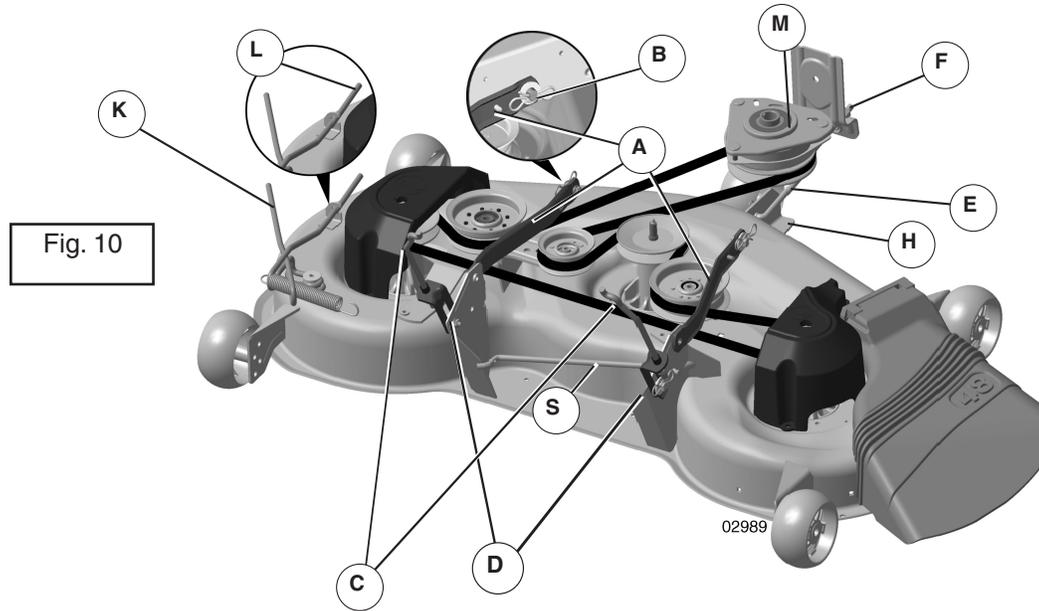

Fig. 10
12. Introduisez l'autre extrémité de la connexion avant (E) dans le trou de l'équerre avant de la tondeuse (H) et fixez avec une rondelle et un petit ressort de retenue (J).
13. Libérez le tendeur de la courroie (K) de l'équerre de verrouillage (L) (Fig. 10).
15. Engagez le tendeur de la courroie (K) sur l'équerre de verrouillage (L) (Fig. 10).